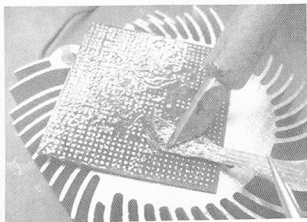
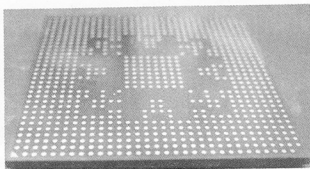

图 4-35 吸平焊点
图 4-36 干净平整的芯片
(3) 使用吸锡线将焊点吸平并清洗干净，如图 4-35、图 4-36 所示。